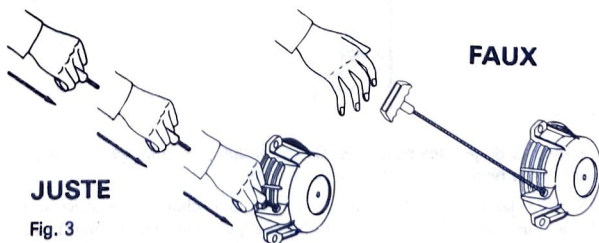

Fig. 3
b) Au moyen du réenrouleur : tirer énergiquement sur la corde. Après avoir tiré la poignée, ne pas la lâcher, mais l'accompagner jusqu'au support (voir fig. 3). Si le réenrouleur ne fonctionne pas, déposer ce dernier, le moteur peut alors être lancé au moyen de la corde.